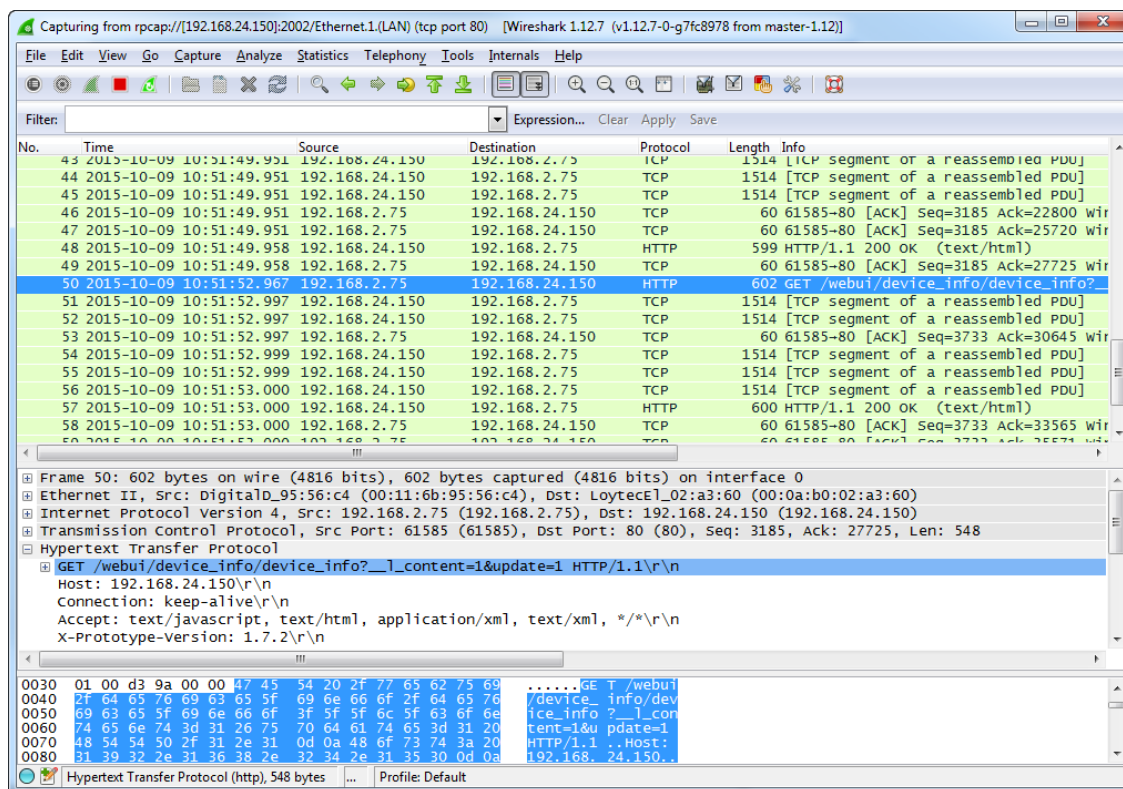

Abbildung 167: Beispiel für eine Ethernet Remote-Aufzeichnung im Betrieb.
3. Wireshark versucht nun die Verbindung zum Gerät aufzubauen. Wenn das funktioniert, startet Wireshark mit der Anzeige der Pakete. Ein Beispiel dazu ist in Abbildung 167 gezeigt.